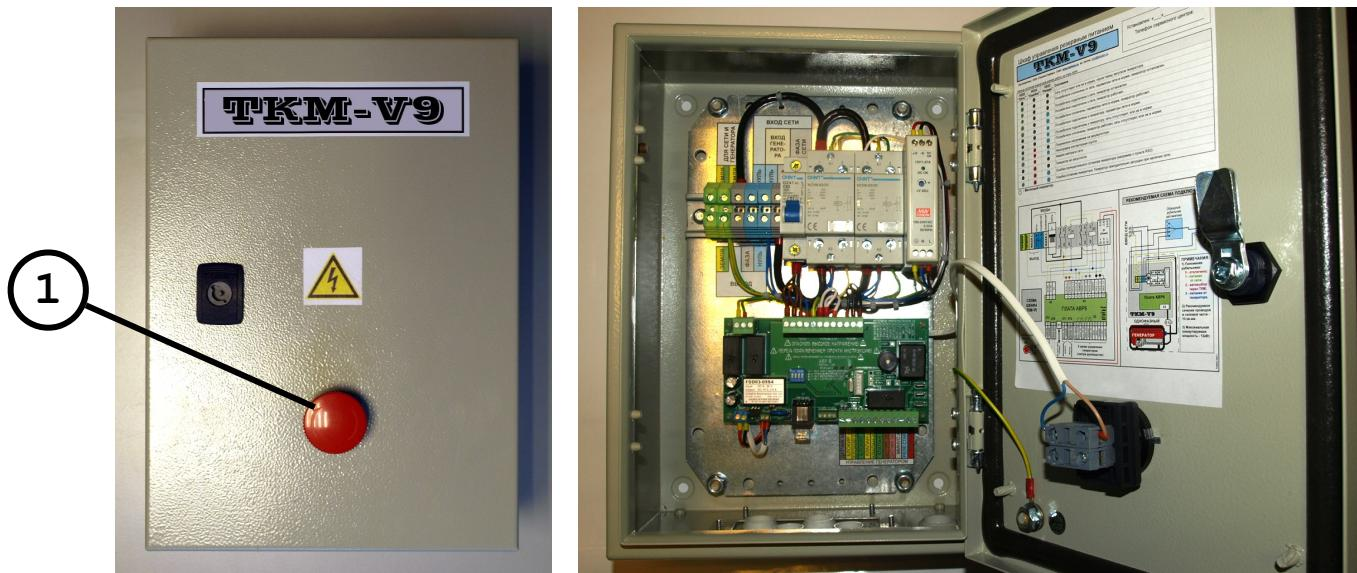
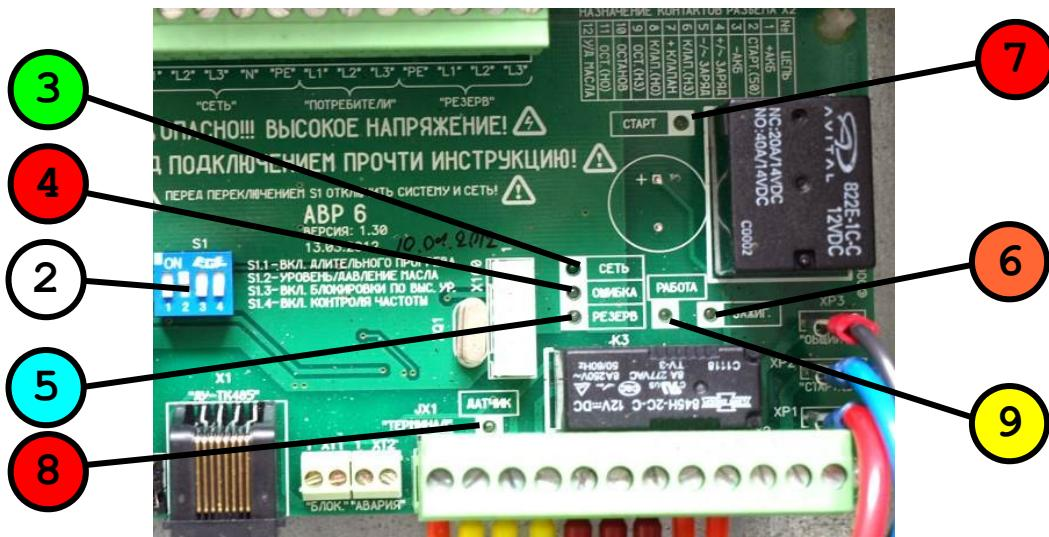

Рис.2. Внешний вид и вид внутри ТКМ-В9.
Рис.3. Органы управления и индикации на плате АВР6.
Позиционные обозначения на рис.2 и рис.3: 1) Кнопка включения/отключения системы. 2) ДИП-переключатели выбора режимов работы. 3-5) Индикаторы режимов работы устройства (см. табл. №2). 6) Индикатор сигнала «Зажигание». 7) Индикатор сигнала «Старт». 8) Состояние датчика масла. 9) Индикатор работы двигателя.
Для включения устройства поверните и отожмите кнопку «ЭКСТРЕННОЕ ОТКЛЮЧЕНИЕ». При этом на короткое время загорятся и погаснут зелёный, красный и жёлтый индикаторы состояния (рис.3). После чего примерно на 10с останется светится только зелёный индикатор. По истечении этого времени устройство перейдёт в режим «Автомат», а дальнейшая индикация будет зависеть от состояния сети и генератора (см. таблицу 2).
2. **Через разъём (X2) «На генератор»:** в цепи генератора посыпается сигнал зажигания (индикатор «Зажиг.» на рис.3, поз.6) для включения топливных клапанов и привода воздушной заслонки и опрашивается датчик уровня масла (если он выбран при помощи ДИП-переключателя) (индикатор «Датчик» на рис.3, поз.8). Если всё в порядке, то производится посылка на генератор сигнала пуска стартера (индикатор «Старт» на рис.3, поз.7) до появления напряжения с выхода генератора или сигнала о работе двигателя (индикатор «Работа» на рис.3, поз.9). Длительность сигнала пуска ограничена пятью секундами. Если генератор не запустился, то через 20 секунд производится повторная попытка запуска. Всего повторных попыток две. Если все три попытки запуска оказались неудачными, то устройство переходит к отображению ошибки запуска (см. подраздел “Органы управления и индикации”).